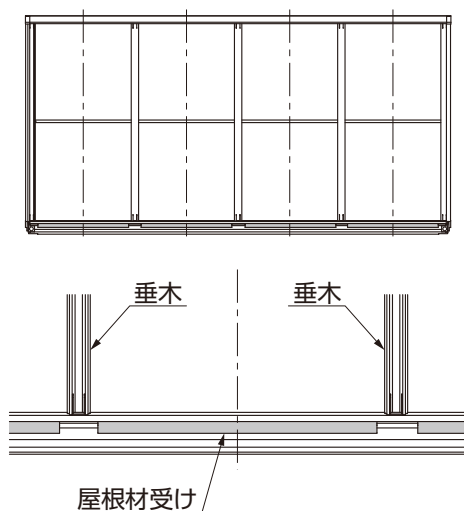

図9-4
(1) 屋根材の取付け
- ①屋根材受けを垂木と垂木の間位置に合わせてください。(図9-4参照)